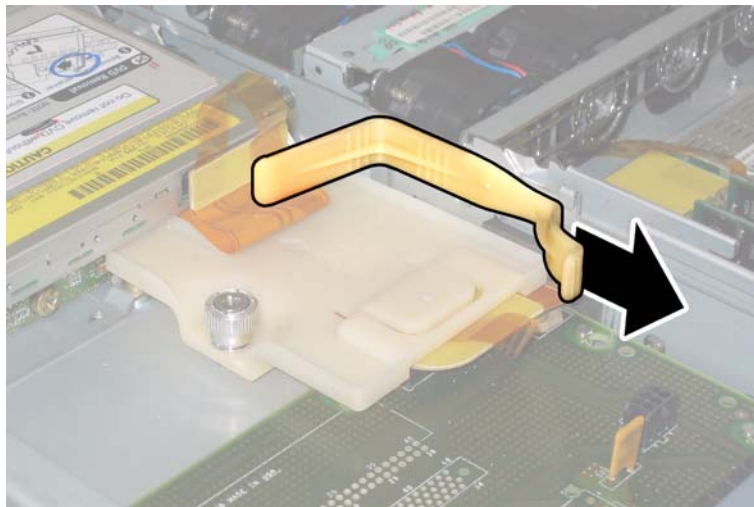

图 3-35 拆卸上部线缆固定架
9. 从机箱中卸下上部线缆固定架。将固定架朝机箱的背面推移，使其从机箱间隔壁的键控开口中松脱。请参见图 3-35。